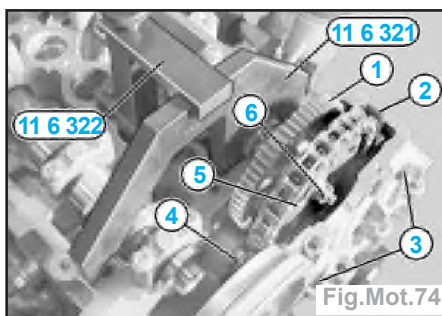

Fig.Mot.74
- Monter le pignon de l'arbre à cames d'admission (1) et fixer l'arbre à cames d'admission au **PMH** du premier cylindre à l'aide de l'outil [11 6 321] et [11 6 322] (Fig.Mot.74).
- le patin tendeur (4),
- le pignon de chaîne (5),
- la glissière de guidage (2).
- Serrer la vis (6) à la main.